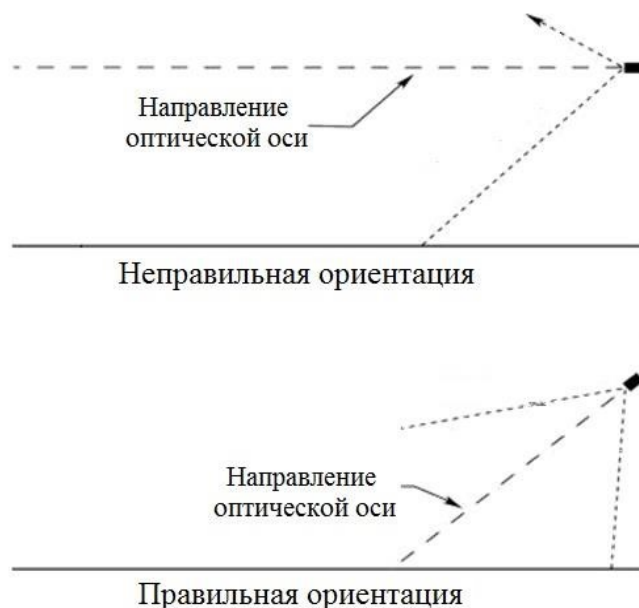

Рисунок 4 – Установка светодиодного прожектора по отношению к горизонту
- Светодиодный прожектор рекомендуется нацеливать на объект по нисходящей под углом к горизонту, по крайней мере, 10 - 20 градусов (см. рис. 4). Такая установка предотвращает скопление влаги на стекле прожектора.